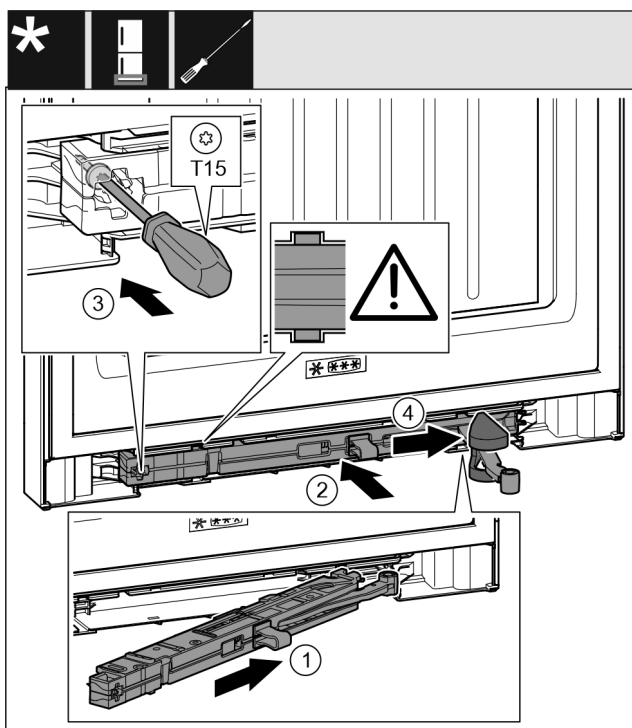

Fig. 37
- ▶ Jednotku tlumiče zavírání na straně stojanu ložiska zasuňte až na doraz šikmo do vybrání. Fig. 37 (1)
- ▶ Jednotku tlumiče zavírání zcela zasuňte do vybrání. Fig. 37 (2)
- ▶ Šroubovákem T15 pevně utáhněte šroub. Fig. 37 (3)
- ▶ Posuňte kryt přes kloub. Fig. 37 (4)